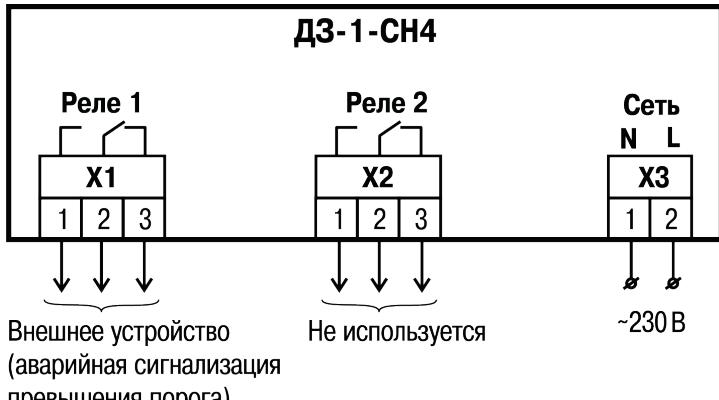

Рисунок 3 – Функциональное назначение клемм прибора
- выполнить подключение проводов согласно функциональному назначению клемм (см. рисунок 3), учитывая, что в приборе применены съемные клеммники для удобства монтажа. Типовая схема подключения газового отсечного клапана к прибору приведена на рисунке 4.